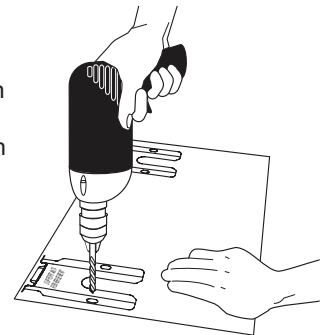

Fig. 6
- Perçage d'avant-trous et fixation du support** - Percez un avant-trou de 0,3 cm (1/8 po) à l'endroit où les vis seront insérées (Fig. 6). Si le support doit être monté sur le mur, percez les avant-trous dans un angle descendant d'environ 20°. Si le support doit être installé sur un plancher en béton ou en céramique, percez des avant-trous de 0,5 cm (3/16 po) et d'une profondeur de 4,5 cm (1-3/4 po). Les vis fournies peuvent être utilisées dans le bois ou dans le béton. Servez-vous d'un tournevis à douille de 5/16 po ou d'un tournevis à lame plate pour viser le support.